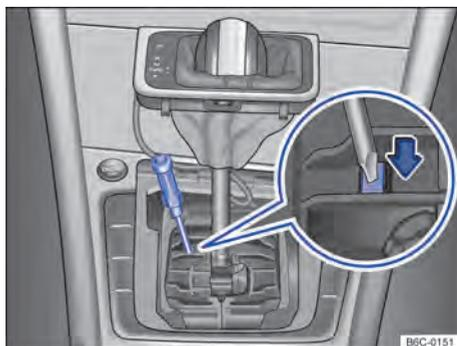

Fig. 91 Desinstalar a cobertura da alavanca seletora e destravar o bloqueio da alavanca seletora emergencialmente.
- Com o auxílio de uma chave de fenda pressionar cuidadosamente a alavanca de destravamento no sentido da seta e manter nessa posição → Fig. 91.